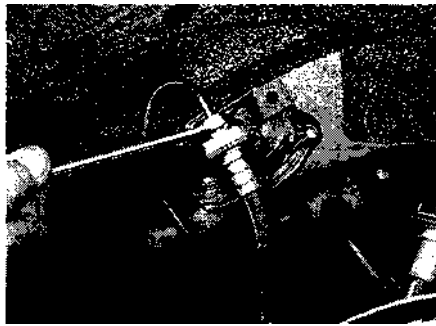

Рис. 11.3. Отверните шланг от трубопровода
- Отверните шланг от трубопровода в месте его крепления к кузову (см. рис. 11.3).